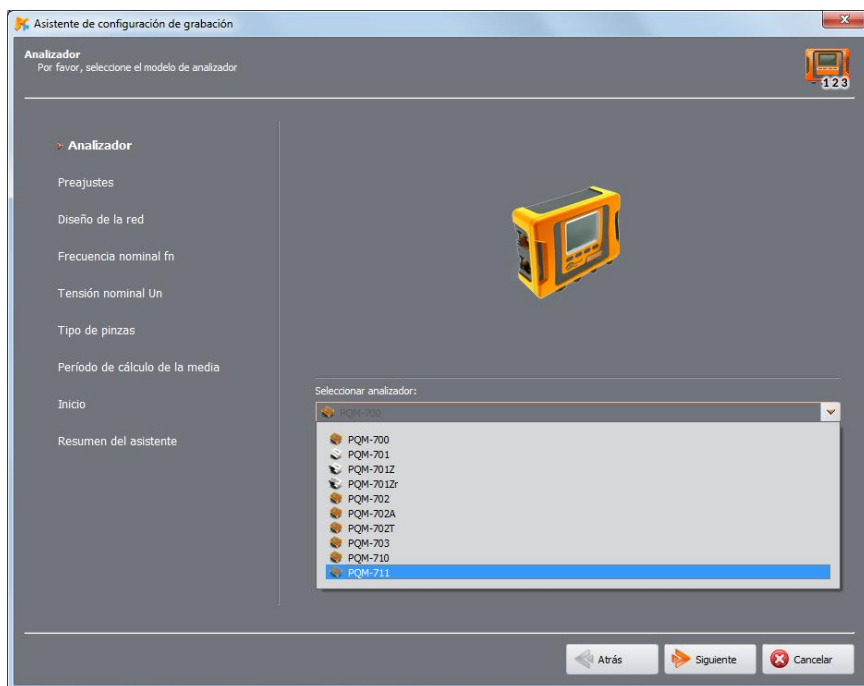

Fig. 13. Asistente de configuración del analizador – selección del tipo de analizador.
- **ANALIZADOR** (Fig. 13) – en el primer paso de la configuración, el usuario debe seleccionar el tipo del analizador al que se refiere toda la configuración. Este paso es necesario debido a las diferencias en las posibilidades de medición de los analizadores individuales.